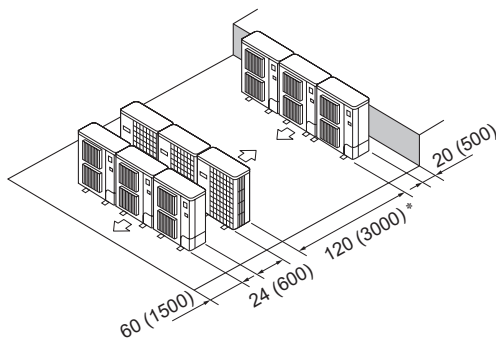

Fig. 2-16
- ⑥ Disposition pour plusieurs appareils parallèles (Fig. 2-16)